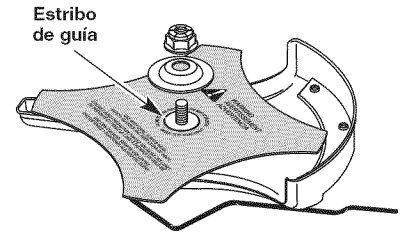

Fig. 8
2. Verifique que la cuchilla de corte esté centrada en el estribo de guía y quede plana contra el buje del eje de salida (Fig. 8).